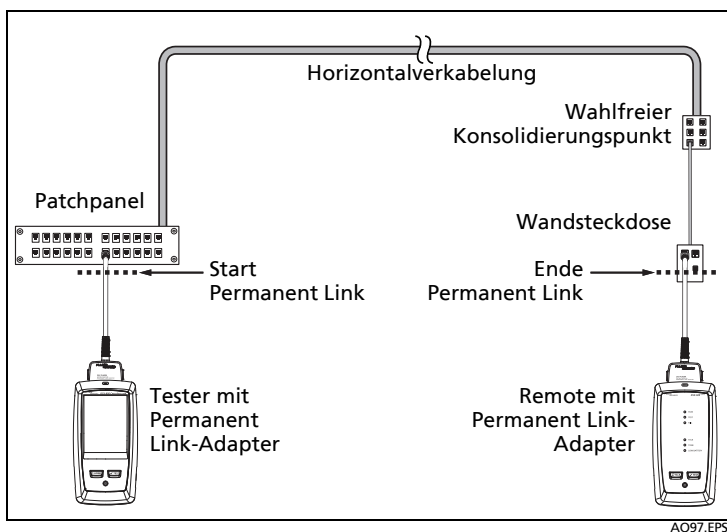

Abbildung 3. Permanent Link-Verbindungen
- 4-1 Schließen Sie die Tester wie in Abbildung 3 oder 4 gezeigt an den Link an.